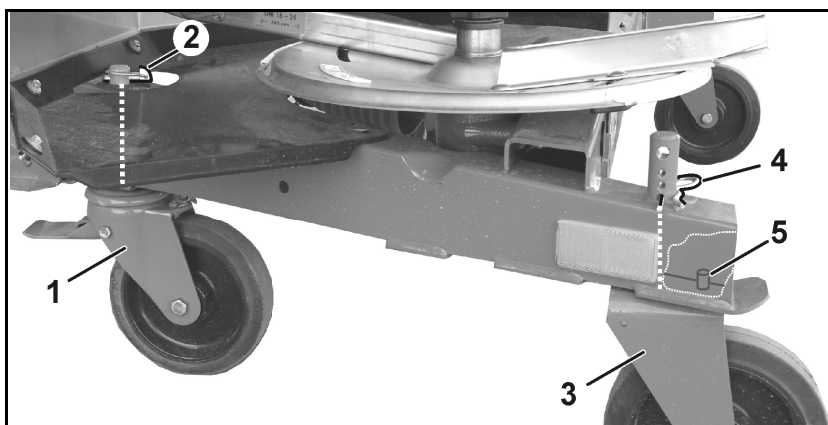

Fig. 40
5. Rulli di frenatura orientabili (Fig. 40/1) anteriori:
- o montare e bloccare con la spina d'arresto (Fig. 40/2), oppure
6. Rulli rigidi posteriori (Fig. 40/3)
- o montare e bloccare con la spina d'arresto (Fig. 40/4) nei fori di bloccaggio più in basso, oppure
Durante il montaggio dei rulli rigidi, accertarsi che il perno (Fig. 40/5) innesti attraverso il foro del telaio, mantenendo così i rulli in direzione longitudinale.